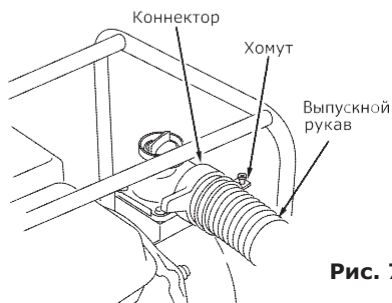

**Рис. 6**
- подсоедините заборный сетчатый фильтр к заборному шлангу при помощи хомута (рис. 6).